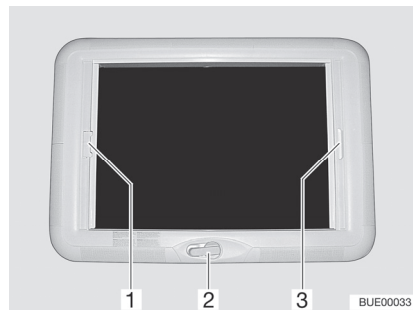

Bild 21 Kurbelhub-Dachhaube
- Die Handkurbel (Bild 21,2) drehen, bis Widerstand spürbar ist.
- Die Faltverdunklung am Griff (Bild 21,3) in Pfeilrichtung ziehen und an der gewünschten Position loslassen. Die Faltverdunklung bleibt in dieser Position stehen.
- Das Insektenschutzrollo am Griff (Bild 21,1) in Pfeilrichtung zum gegenüberliegenden Griff der faltverdarkung (Bild 21,3) ziehen und einrasten lassen.
- Den Griff des Insektenschutzrollos (Bild 21,1) hinten nach oben drücken und das Insektenschutzrollo an der faltverdarkung (Bild 21,3) aushängen.